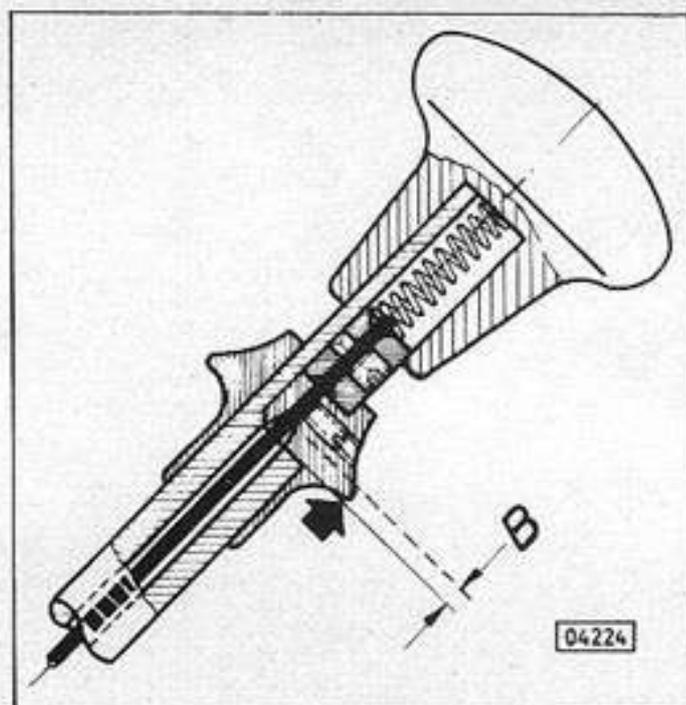

Fig. 37 - Regulación de la distancia B.
4.1. Regular la distancia B levantando el aro de tracción (Fig. 37) (ver Especificaciones)